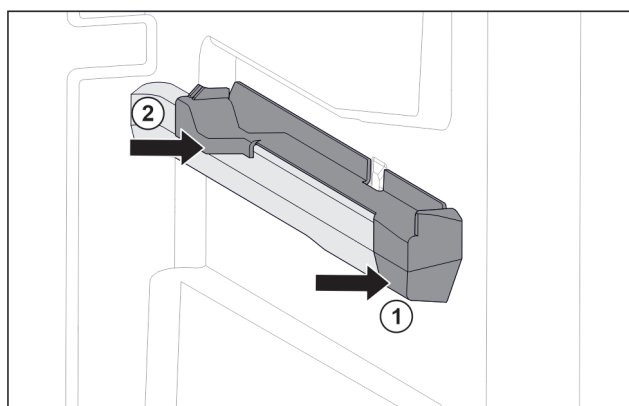

Fig. 126 Felhúzható elem a jobb oldali tartóbordán
- ▶ A felhúzható elemet elöl tegye fel a tartóbordára. Fig. 126 (1)
- ▶ Hátul nyomja meg a felhúzható elemet. Fig. 126 (2)